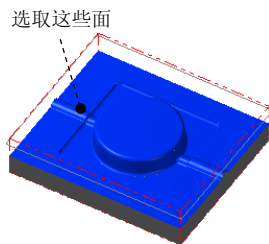

图 12.6 选取加工面
(1) 选取加工面。在图形区中选取图 12.6 所示的面（共 44 个面），然后按 Enter 键，系统弹出“刀具路径的曲面选取”对话框。